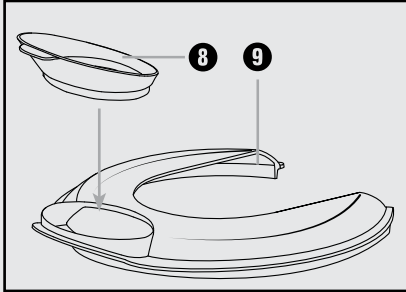

Bild 2: Montera påfyllningshjälp
- Om du vill kan du montera påfyllningshjälpen **8** på locket **9** (Bild 2) :